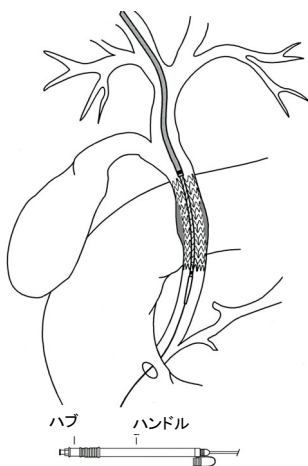

図 7
- ⑤ ハンドルをハブに達するまで引き、ステントを完全に展開する(図 7)。